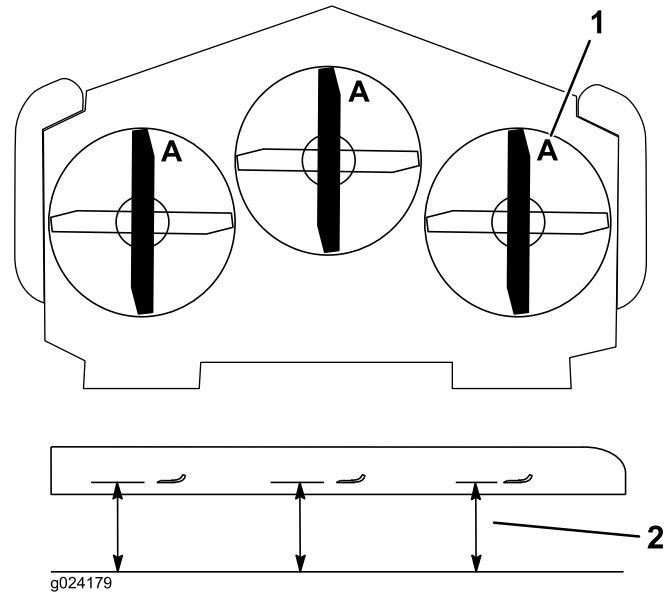

Figura 88
3. Gire las cuchillas hasta que los extremos estén orientados hacia adelante y hacia atrás (Figura 88). Mida desde una superficie nivelada hasta el filo de corte, posición A, de las cuchillas (Figura 88). Anote esta dimensión.